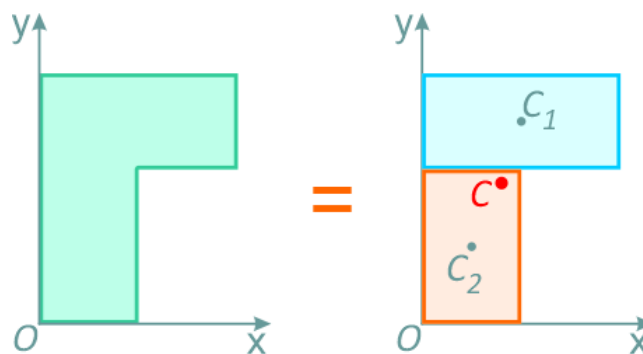

Рисунок 1.8
4. **Разбиение.** Тело или фигура разбивается на конечное число частей (простых тел или фигур), для каждой из которых положение центра тяжести C и площадь A известны. Например, проекцию тела на плоскость xOy (рисунок 1.8) можно представить в виде двух плоских фигур с площадями A_1 и A_2 ($A = A_1 + A_2$).